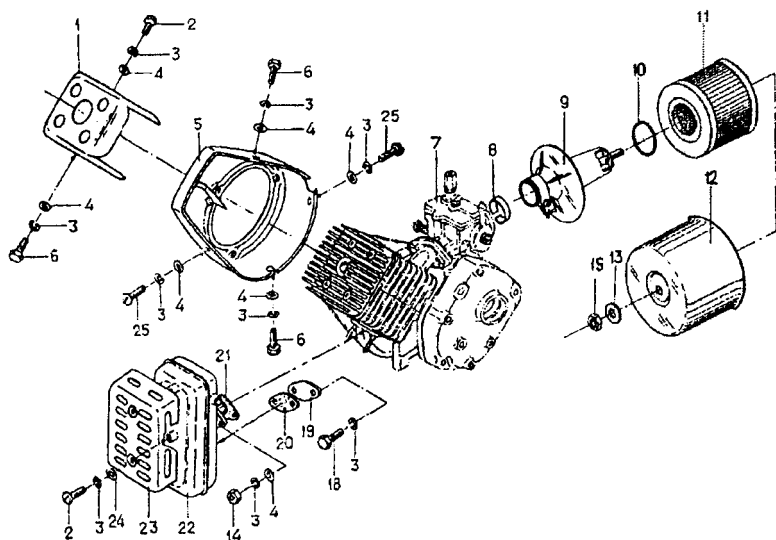
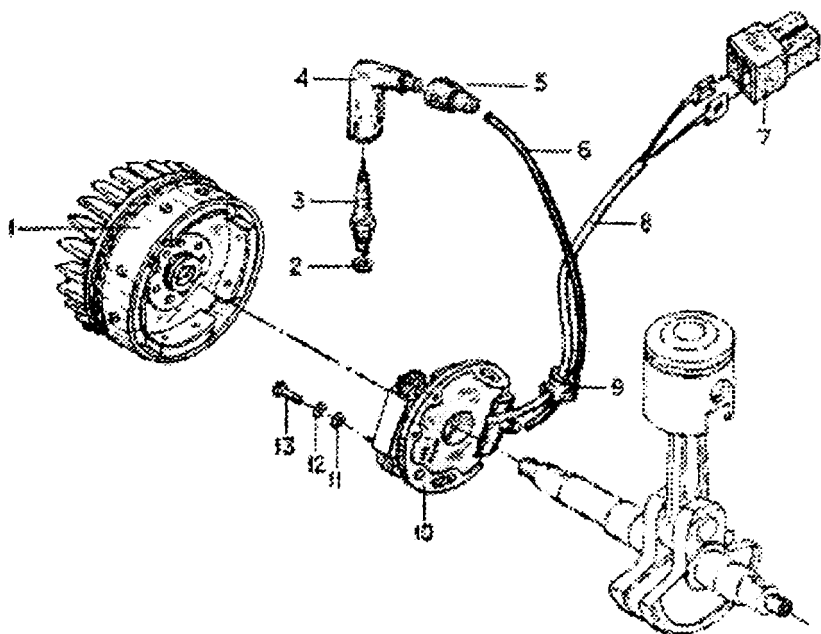
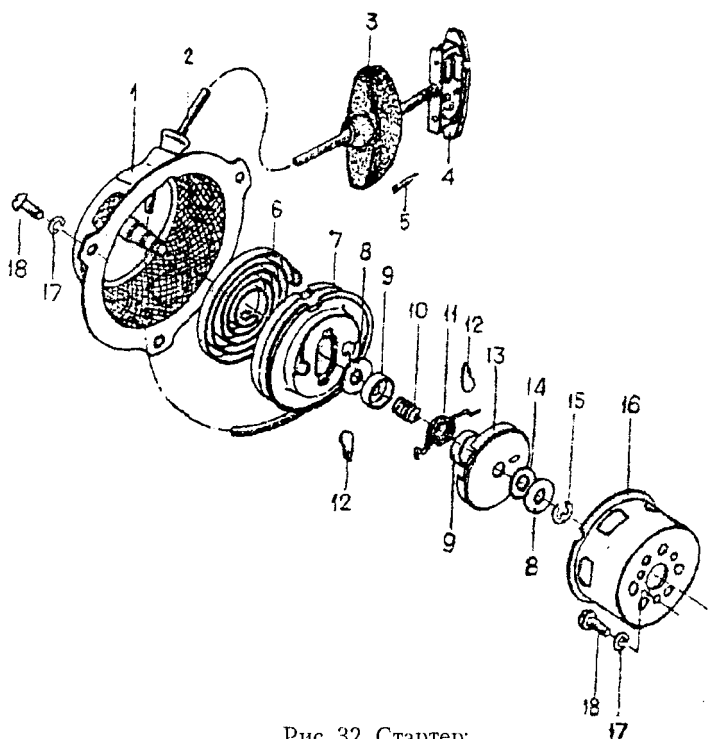

Рис. 28. Кожух спиральный, экран, воздушный фильтр, глушитель:
Рис. 30. Система зажигания:
Рис. 32. Стартер:
Кожух спиральный 5 (рис. 28) и экран служат для обеспечения принудительного охлаждения двигателя.
Конструкция стартера приведена на рис. 32.
2. Снимите кожух спиральный 5 (рис. 28) в сборе со стартером, стакан 16 (рис. 32), маховик 1 (рис. 30).